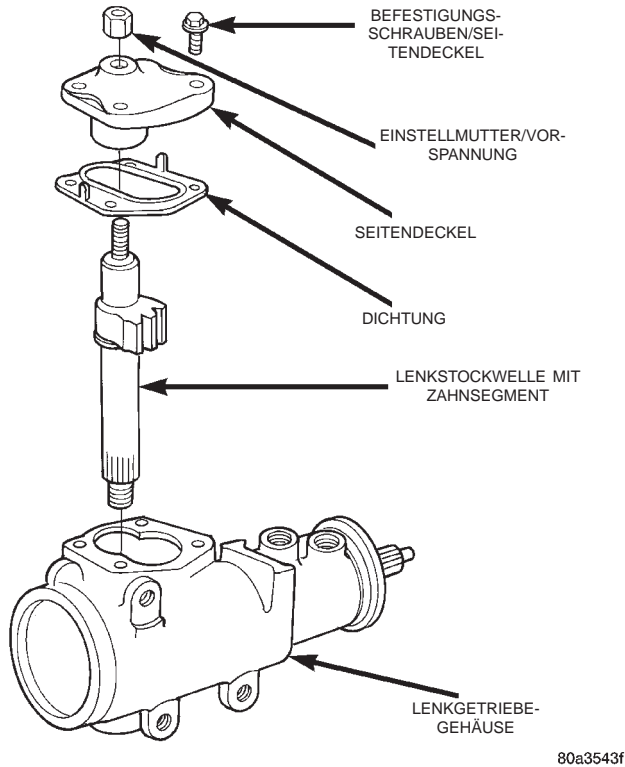

Abb. 6 Seitendeckel und Lenkstockwelle
- (1) Das überstehende Ende der Lenkstockwelle und das Gehäuse mit einer Drahtbürste reinigen.
- (2) Einstellmutter/Vorspannung lösen (Abb. 6).
- (3) Das Ende der Lenkstockwelle mit einem Innenzwölfkant-Schlüssel bis zum Anschlag drehen und dabei die Anzahl der Umdrehungen zählen.
- (4) Die Lenkstockwelle um die halbe Umdrehungszahl zurückdrehen, um sie in die Mitte zu stellen.
- (5) Die Befestigungsschrauben des Seitendeckels lösen. Den Seitendeckel, die Dichtung und die Lenkstockwelle gemeinsam ausbauen (Abb. 6).
- (8) Lenkstockwelle bis zum Anschlag in den Seitendeckel einschrauben.
- (9) Einstellmutter/Vorspannung aufschrauben. **Die Einstellmutter erst nach der Einstellung der Lenkstockwelle festziehen.**
- (10) Dichtung auf den Seitendeckel legen und die Nasen umbiegen (Abb. 6).
- (11) Lenkstockwelle und Seitendeckel in das Gehäuse einbauen.
- (12) Die Befestigungsschrauben des Seitendeckels eindrehen und mit einem Anzugsmoment von 60 N·m (44 ft. lbs.) festziehen.
- (13) Spielfreiheit der Lenkstockwelle gemäß Anleitung in diesem Kapitel einstellen.